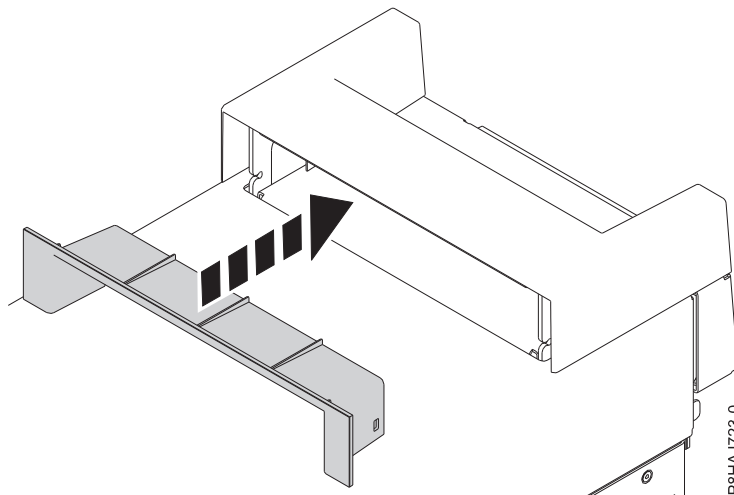

Abbildung 67. Element innerhalb der Griffabdeckung bei einem eigenständigen System vom Typ 8286-41A einsetzen
2. Setzen Sie das Element innerhalb der Griffabdeckung ein, indem Sie es fest in die Griffabdeckung drücken (siehe Abb. 67).